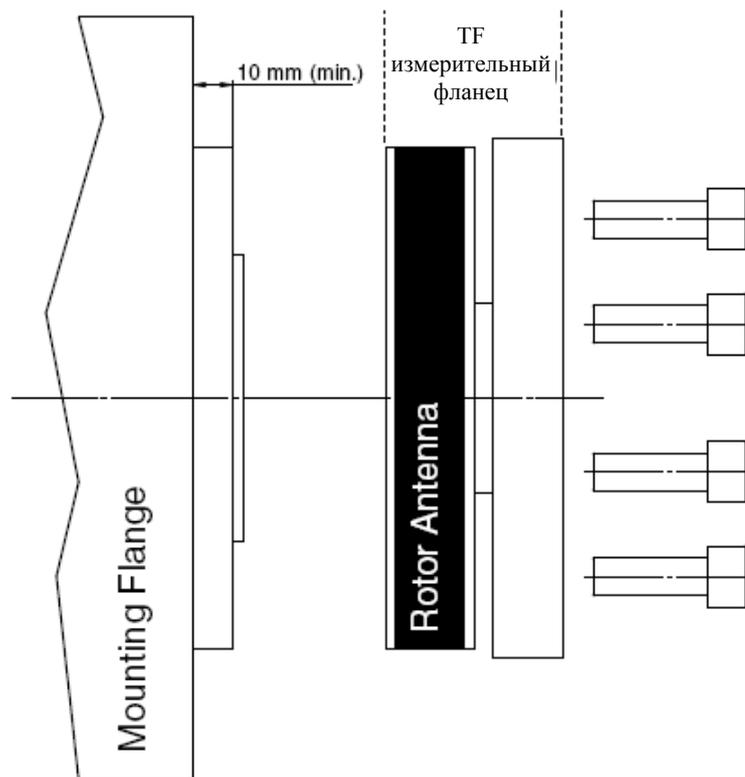

Рисунок 2-7 Зазор установочного фланца
- Во избежание помех при передаче телеметрического сигнала на ВЧ передатчик между посадочной плоскостью и основной частью установочного фланца должно быть выдержано расстояние не менее 10 мм (см. рисунок 2-7 Зазор установочного фланца).